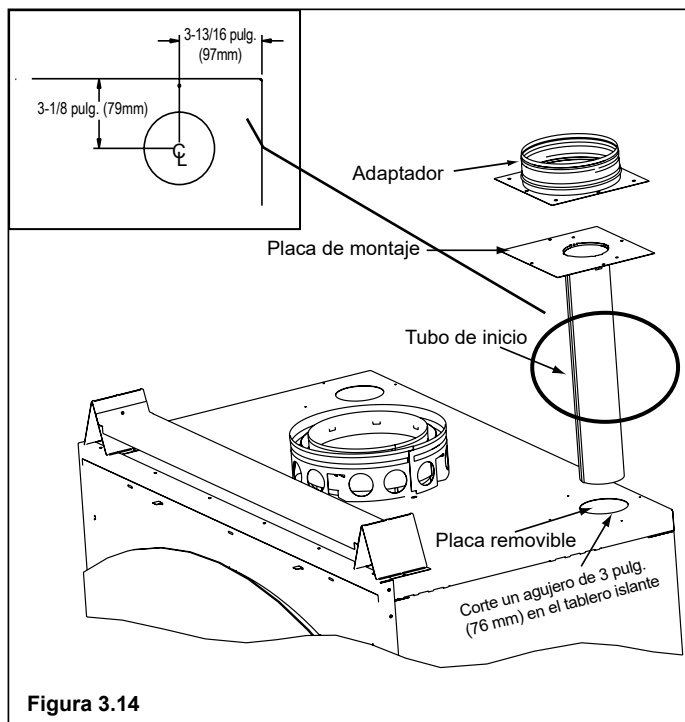

Figura 3.14
- Retire la tapa ciega o la cubierta de la parte superior de la chimenea y deséchela. Vea la Figura 3.14.
- Corte un agujero de 3 pulg. (76 mm) en el tablero aislante, según las dimensiones que aparecen en la Figura 3.14.